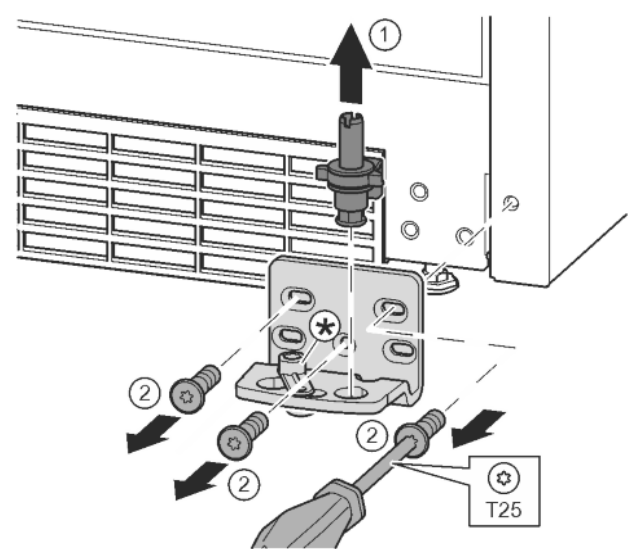

Fig. 16
- Ložiskový čep celý vytáhněte nahoru. Fig. 16 (1)
- Šroubovákem T25 vyšroubujte šrouby a sejměte stojan ložiska. Fig. 16 (2)